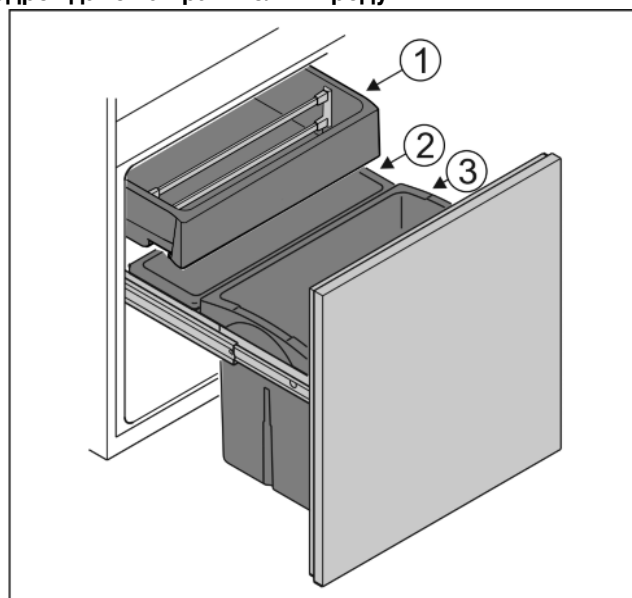

Fig. 4
- ▶ Съд *Fig. 4 (1)*: Поставете неопаковани зеленчуци и южни плодове.
- ▶ Съд *Fig. 4 (2)*: Поставете дребни сортове плодове и зеленчуци.
- ▶ Съд *Fig. 4 (3)*: Поставете отделни бутилки.